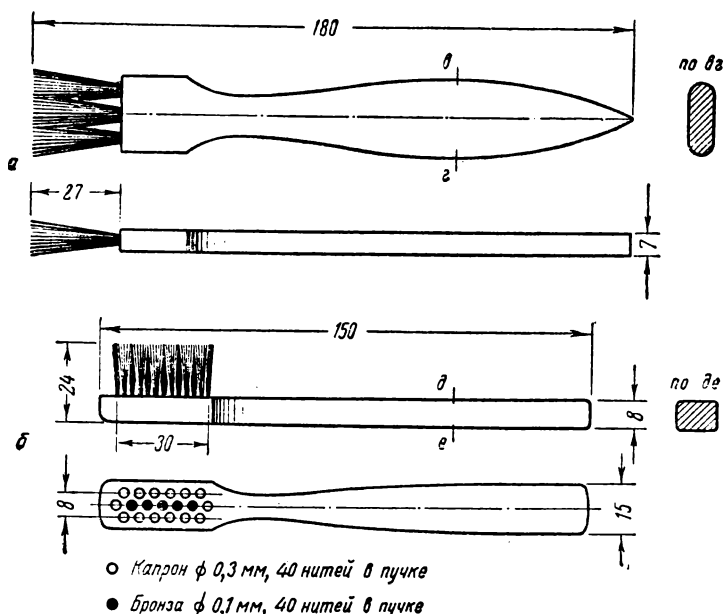

Рис. 37. Кисточка (а) и щетка (б) для ухода за пишущей машиной
2. Ежедневно после окончания работы нужно очищать пишущую машину от пыли и возможных загрязнений щеткой и мягкой непылящей тряпкой, а труднодоступные части машины — кистью (рис. 37), не допуская застревания волосков между деталями. Никелированные части машины лучше всего протирать замшей.